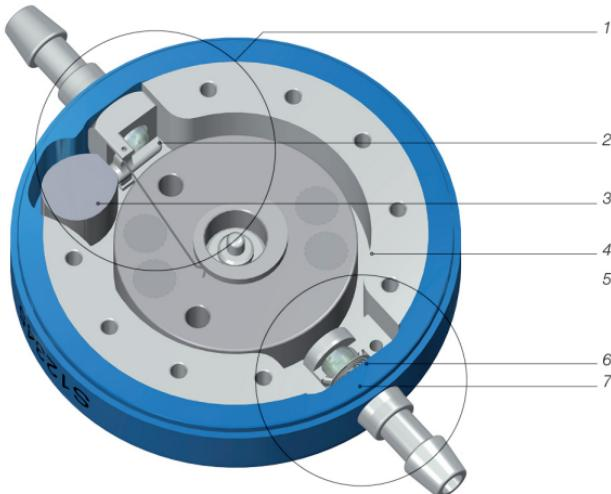

Abb. 1: Querschnitt des M.blue
Das M.blue ist ein aus Titan gefertigtes Ventil. Es besteht aus einer verstellbaren Gravitationseinheit und einer Differenzdruckeinheit (Abb. 1). Die verstellbare Gravitationseinheit (1) im proximalen Teil des Ventils verfügt über ein Tantalgewicht (3), das über einen Hebel eine Saphirkugel im Kugelsitz hält (2). Abhängig von der Körperposition des Patienten verändert sich der Einfluss des Tantalgewichts auf die Saphirkugel und somit der Ventilöffnungsdruck. Über einen Rotor (4) kann die Vorspannung der mit dem Hebel verbundenen Stabfeder postoperativ durch die Haut verstellt werden. Damit kann der Einfluss des Tantalgewichts auf die Saphirkugel beeinflusst und somit der Ventilöffnungsdruck verstellt werden.